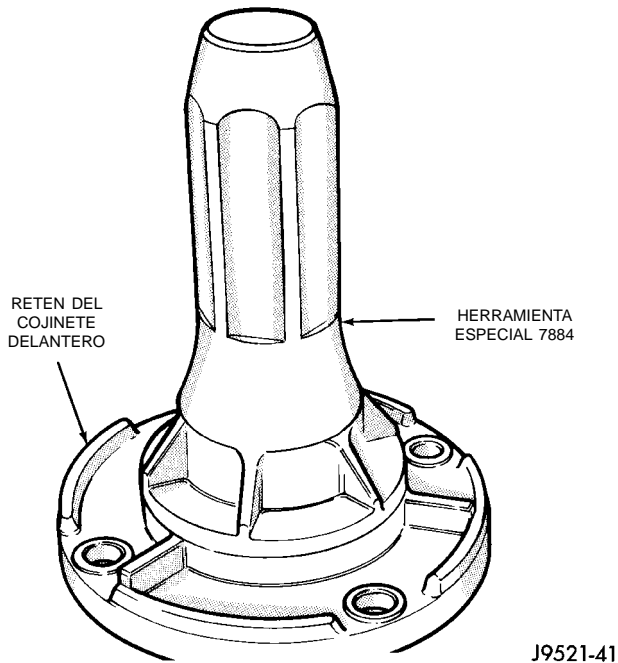

Fig. 56 Instalación de la junta del retenedor del cojinete delantero
(11) Instale la junta nueva en el retén del cojinete delantero con el Instalador 7884 (Fig. 56).